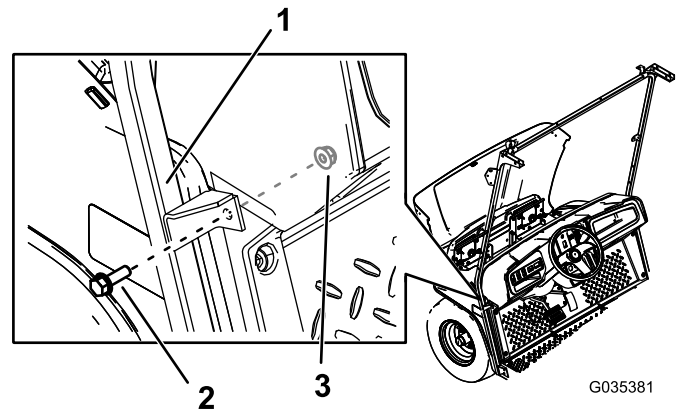

Bild 5
4. Befestigen Sie die mittlere Halterung der Windschutzscheibenstütze mit zwei Sechskantbundbolzen (5/16" x 1") und zwei Muttern (5/16") in den Bohrlöchern an der Maschine (**Bild 5**).